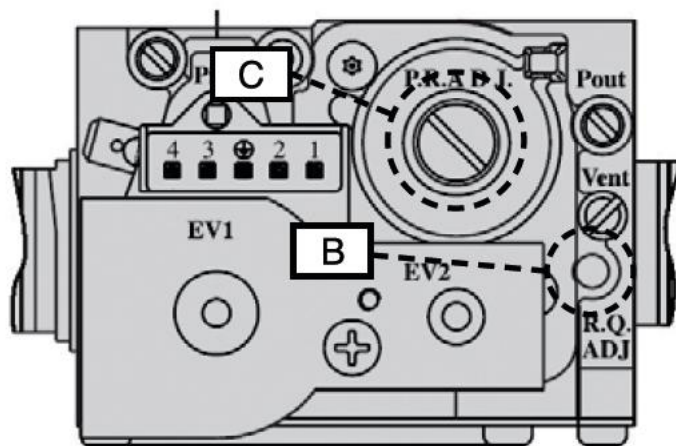

Рис. 25
- отрегулировать значение CO₂ дымовых газов, вращая соответствующий регулятор В (рис. 25), и убедиться в том, что оно не превышает параметры, представленные в таблице 12;
- отрегулировать значение CO₂ дымовых газов, вращая соответствующий регулятор смещения С (рис. 25), и убедиться в том, что оно не превышает параметры, представленные в таблице 12;